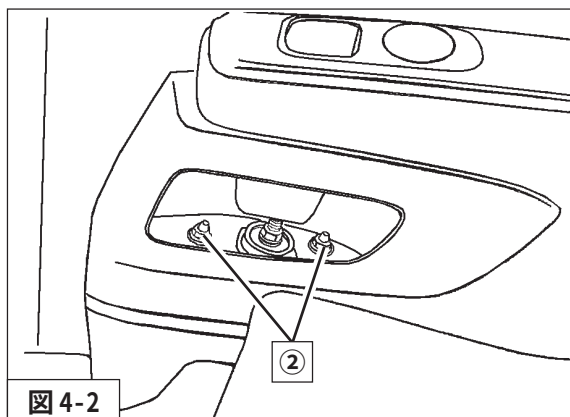

図 4-2
3. ②ダンパーアッパー取付ナット（締付トルク：74N・m）を取付けてください。（図 4-2）